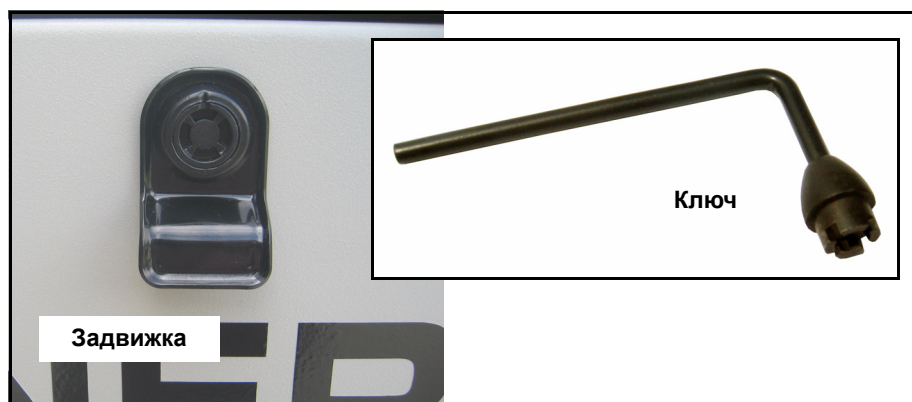

Рисунок 3-2. Ключ для съемной панели
1. Вставьте ключ в замок и поверните его на 1/2 оборота против часовой стрелки. См. Рисунок 3-2.